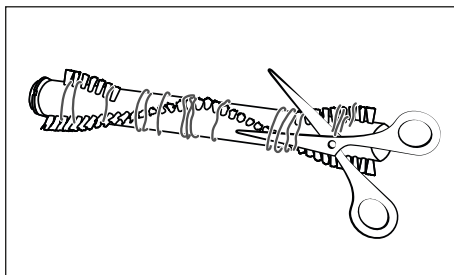

Fig. 26
- 4) Tagliare i fili e i capelli nelle setole del rullo a spazzola 21 utilizzando delle forbici (vedere fig. 26). Rimuovere fili e capelli dal rullo a spazzola 21.